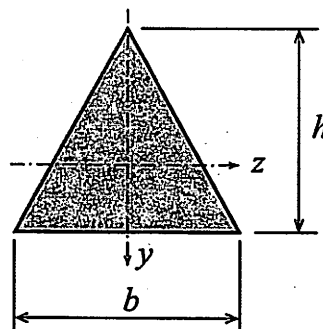

図 2-3
部材 AB は一様な横断面をもち, その断面形状は図 2-3 に示すような底辺 b [m] で高さ h [m] の二等辺三角形であった. 以下の間に答えよ.
- (4) 図 2-3 の z 軸まわりの断面二次モーメント I を求めよ. ただし, 底辺から図心までの高さは $h/3$ であることを用いてよい.